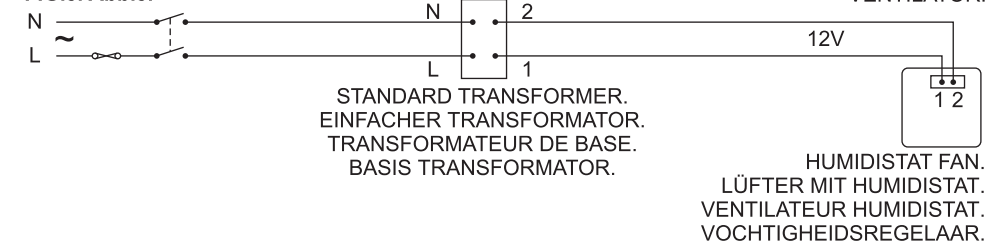

FIG.6. Abb.6.
2. Om de werkingstijd te VERKORTEN gebruikt u een kleine schroevendraaier om te draaien aan de regelaar op de PCB (Printed Circuit Board (printerplaat van het circuit)), en wel TEGEN DE KLOK IN. Fig.6.
2. To REDUCE the operating time, use a small screwdriver to turn the adjuster on the PCB (Printed Circuit Board) ANTI-CLOCKWISE. Fig.6.